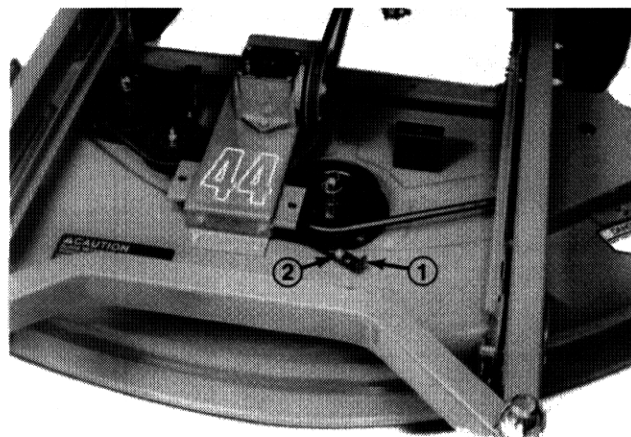

Fig 11
2. Rimuovere il dado che fissa l'ancora a molla alla vite mordente nella sede (Fig. 11). Alzare l'ancora dalla vite mordente e tirarla per aumentare la tensione della cinghia. La giusta tensione si ottiene applicando 13,5-18 kg di forza alla molla.